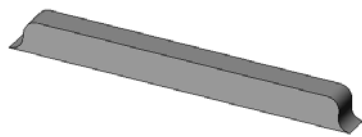

图 10-51 进行拉伸切除操作
⑧生成“拉伸切除”特征。单击“特征”工具栏中的“拉伸切除”按钮，或执行“插入”→“切除”→“拉伸”菜单命令，在“切除-拉伸”属性管理器中方向1的终止条件中选择“完全贯穿”，单击“确定”按钮，完成拉伸切除操作，如图 10-51 所示。